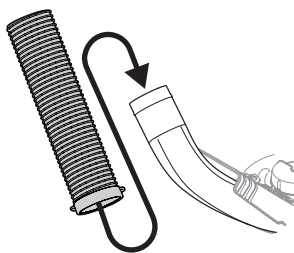

Figura 28
2. Levántelo con las manijas de la parte de abajo del manguera. Deslice la manguera sobre el codo del canal montado en la plataforma de corte, como se muestra en la Figura 28.